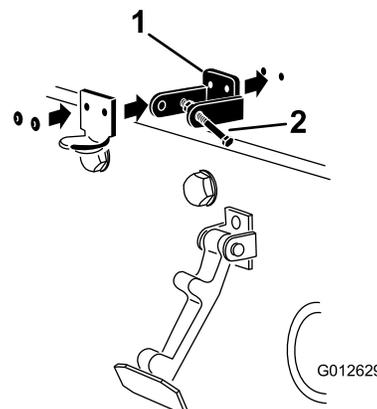

Рисунок 18
3. Выравнивая монтажные отверстия, поместите стопорный кронштейн стандарта CE и кронштейн защелки капота на капот. Стопорный кронштейн должен быть прижат к капоту (Рисунок 18). Не снимайте болт с гайкой в сборе с рычага стопорного кронштейна.
5. Приклепайте кронштейны и шайбы к капоту (Рисунок 18).